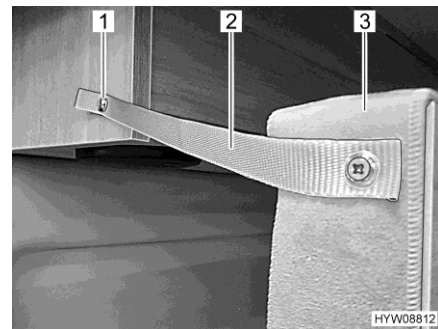

Fig. 63 Fusibile dietro
- Fissare il letto (Fig. 63,3) con la reggetta di sicurezza (Fig. 63,2) e il bottone automatico (Fig. 63,1) all'armadietto a tetto.
- Rilasciare il bottone a pressione (Fig. 63,1) sull'armadietto a tetto.